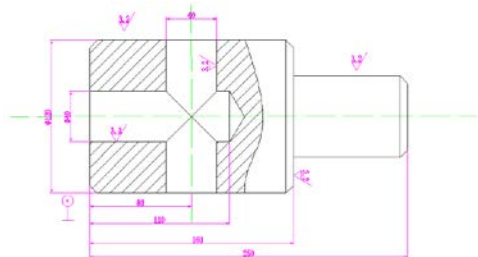

图 8.24 插入带属性的块
(3) 在弹出的对话框中使用默认参数,单击【确定】按钮,返回绘图窗口。在绘图窗口中单击,确定插入点的位置,按回车键确定操作,结果如图 8-24 所示。